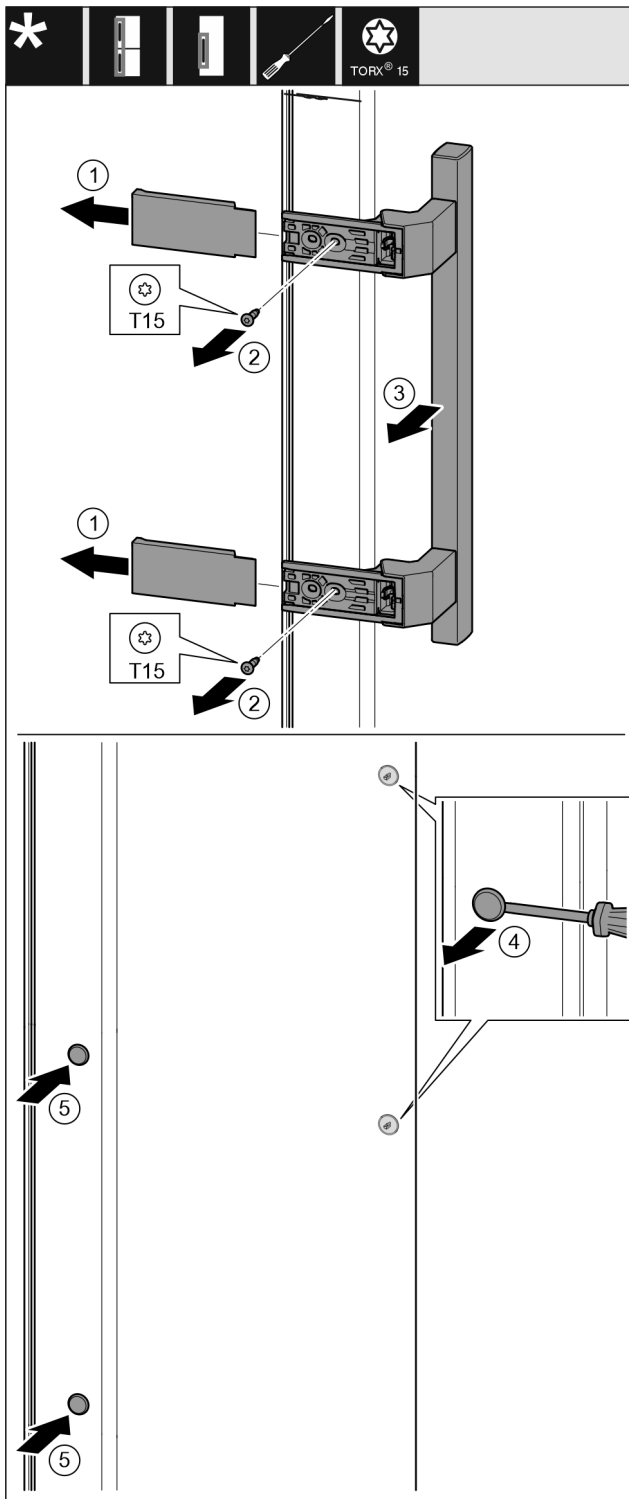

Fig. 22
- ▶ Abdeckung abziehen. Fig. 22 (1)
- ▶ Schrauben mit Schraubendreher T15 herausdrehen. Fig. 22 (2)
- ▶ Griff abnehmen. Fig. 22 (3)
- ▶ Seitlichen Stopfen vorsichtig mit einem Schlitzschraubendreher anheben und herausziehen. Fig. 22 (4)
- ▶ Stopfen auf der anderen Seite wieder einsetzen. Fig. 22 (5)